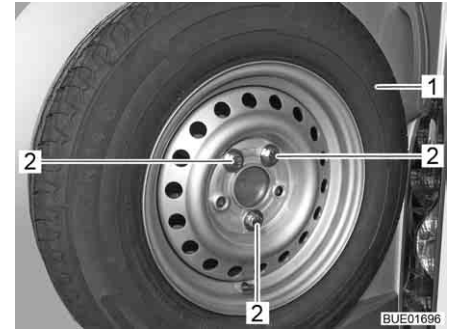

Bild 233 Fäste reservhjul
- Skruva ut tre fästskruvarna (Bild 233,2).
- Ta bort reservhjulet (Bild 233,1).